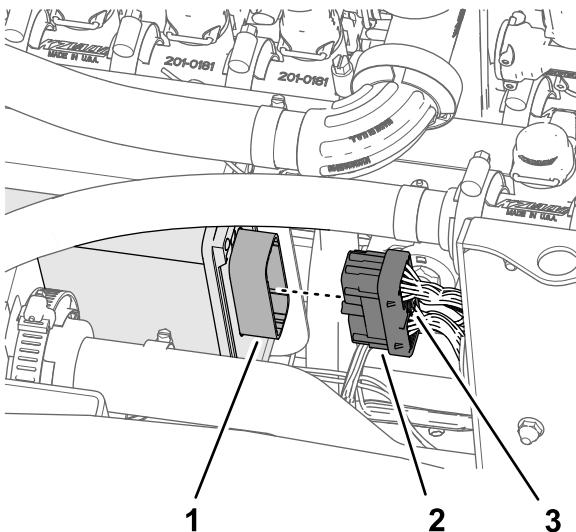

Bild 133
2. Stecken Sie den 40-Buchsen-Stecker des 102-cm-Kitkabelbaumzweigs in den 40-Stift-Stecker des ASC 10 Sprühsteuergeräts (Bild 133).
3. Schrauben Sie die Daumenschraube des 40-Buchsen-Steckers mit der Hand in den ASC 10-Stecker ein (Bild 133).